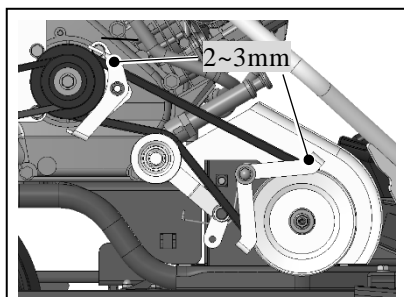

図 3
- 3)エンジン側、ナイフ側ともにベルトとベルト押さえとの間隔がともに 2~3mm になるよう図 3 を参考にベルト押さえの位置を調整してください。